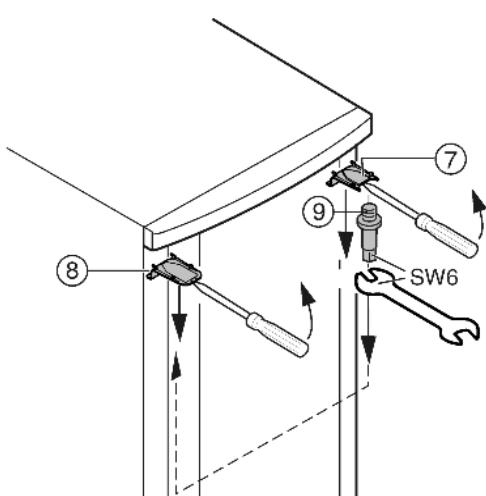

Fig. 7
- ▶ Objesite vrata gore u svornjak ležista Fig. 7 (9).
- ▶ Popustite sprjeda odvijačem gornji pokrov Fig. 7 (7) i pokrov Fig. 7 (8) i uklonite ih koso prema dolje.
- ▶ Odvignite svornjake ležista Fig. 7 (9) i zavrnite ih na suprotnoj strani (**silom od 4 Nm**).
- ▶ Ponovo montirajte pokrov Fig. 7 (7) na strani svornjaka ležista: umetnите ih straga, a zabravite sprjeda.
- ▶ Montirajte pokrov Fig. 7 (8) na suprotnoj strani: umetnите ih straga, a zabravite sprjeda.